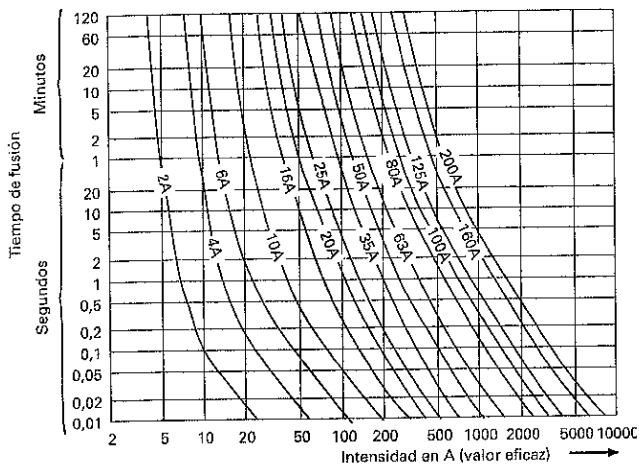

Figura 5.11. Curvas de fusión de una gama de cartuchos fusibles comerciales.
En la Figura 5.11 se dan las curvas de fusión de los cartuchos fusibles mostrados en la Figura 5.10. En el eje (X) se representan los valores de la intensidad. En el eje (Y) aparecen representados los tiempos de respuesta del fusible. Para averiguar este tiempo, basta con trazar una recta, perpendicular al eje X, desde la intensidad del fallo hasta la intersección con la curva correspondiente al calibre del fusible.
que hay que encontrar otro de las mismas características y realizar la operación de recambio. En muchas ocasiones esta operación resulta engorrosa y si no se hace por un especialista, puede ser hasta peligrosa. Además, los fusibles reaccionan muy lentamente ante las sobrecargas. Por ejemplo, un fusible de 10 amperios tarda 2 minutos en fundirse cuando se le somete a un paso de corriente de sobrecarga de 20 amperios, según las curvas de la Figura 5.11. En ciertas aplicaciones este tiempo puede ser suficiente para destruir alguna parte vulnerable de la instalación.